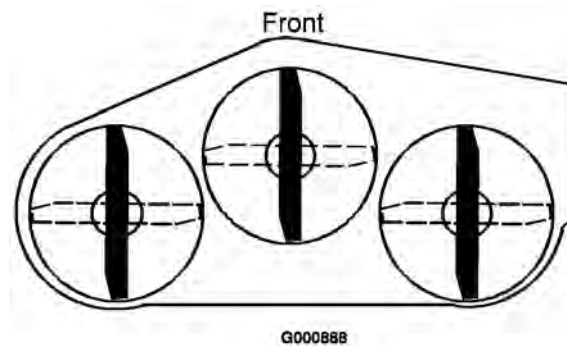
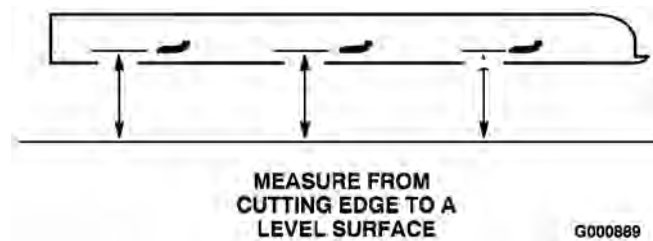

Figure 40
Figure 41
3. Tournez les lames dans le sens longitudinal (Figure 40). Mesurez la distance entre la surface plane et la pointe des lames (Figure 41) et notez cette valeur.